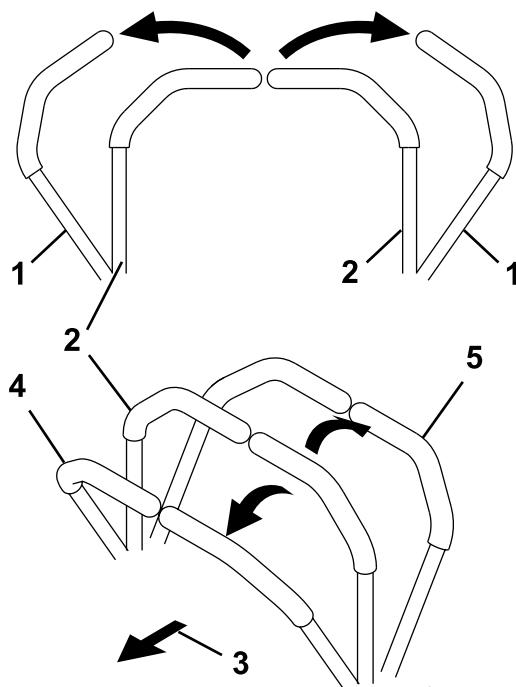

Figure 14
2. Pour vous déplacer en marche avant, poussez doucement les leviers de commande de déplacement vers l'avant (Figure 14).
Pour vous déplacer en ligne droite, appliquez une pression égale sur les deux leviers de déplacement (Figure 14).
Pour tourner, tirez le levier de commande dans la direction que vous voulez prendre (Figure 14).
2. Pour vous déplacer en marche arrière, tirez doucement les leviers en arrière (Figure 14).
Pour tourner, relâchez le levier de commande correspondant à la direction que vous voulez prendre (Figure 14).